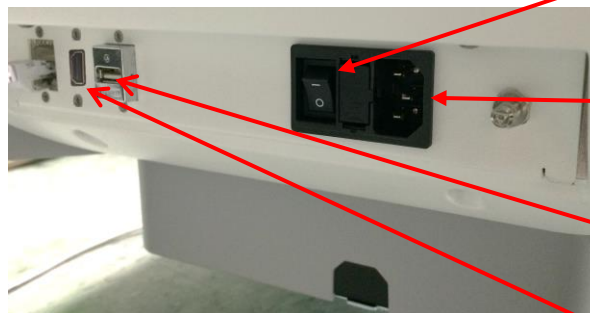

Figura 6: Alimentazione del sistema ExactVu
1. Assicurarsi che l'interruttore principale (cioè l'interruttore nella parte inferiore del pannello posteriore mostrato nella Figura 6) sia in posizione OFF (Spento) e che il controllo alimentazione del sistema sia spento.
2. Collegare il cavo di alimentazione CA alla presa del cavo di alimentazione del sistema ExactVu (accanto all'interruttore principale) (fare riferimento alla Figura 6).